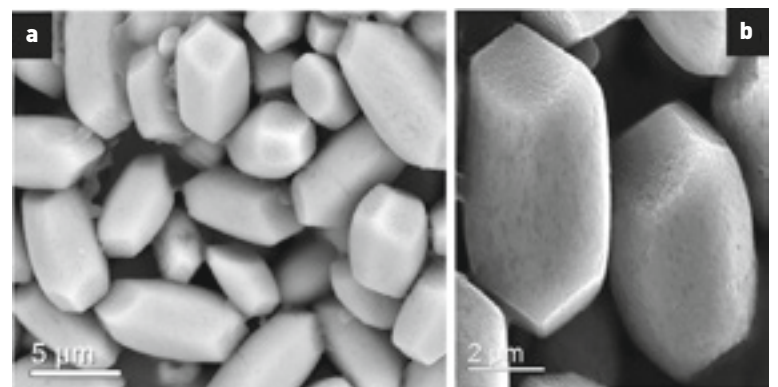

Abb. 2 Menschliche Otokonien (Rasterelektronenmikroskopische Aufnahmen). a Übersicht; b Detailansicht
gemacht. U und S kennzeichnen die sogenannte Maculae, die etwa senkrecht zueinanderstehende Paare bilden und Utriculus (U) bzw. Sacculus (S) genannt werden. Als Rezeptoren (für Bewegungs- oder Beschleunigungsvorgänge) in den Maculae fungieren kleine, als Otokonien (griechisch: Ohrenstaub) bezeichnete Biominerale, die im Hauptbestandteil (> 95 Gew.-%) aus Calcit (der stabilen Form des Calciumcarbonats, CaCO_3) bestehen und als Minoritätskomponente Proteine enthalten. Bereits hier soll darauf hingewiesen werden, dass Calcit im Gegensatz zu Apatit (vereinfacht $\text{Ca}_5(\text{OH})(\text{PO}_4)_3$), dem anorganischen Hauptbestandteil unserer Knochen und Zähne, sehr anfällig gegen chemische Angriffe ist, wie sie etwa durch chemische Veränderungen in der die Otokonien umgebenden Flüssigkeit (Endolymphe) erfolgen können. Hinzu kommt, dass Biominerale als nanostrukturierte anorganisch-organische Kompositsysteme eine ausgeprägte Mosaikstruktur aufweisen, wodurch chemische Angriffe signifikant erleichtert werden. Jede Macula enthält mehrere Tausend Otokonien (s. Vergrößerung S. 27), die über ein Gelkissen mit Haarsinneszellen in Kontakt stehen, sodass Informationen über Lageveränderungen im Otokonienverbund weitergeleitet werden. Die charakteristische Form intakter („gesunder“) Otokonien ist in Abbildung 2 gezeigt. Die mittlere Größe (Länge) variiert zwischen $5\mu\text{m}$ und $20\mu\text{m}$. Otokonien sind bereits einige Tage nach unserer Geburt vollständig ausgebildet und müssen uns in dieser Form und Funktion das ganze Leben begleiten.
Wie kommt man als Chemiker zu einem so speziellen Thema? Die Geschichte erstreckt sich zwar über einige Jahrzehnte, ist aber schnell erzählt: erste Kontakte zu Otokonien über ein kleineres Projekt mit der HNO-Klinik an der Universität Düsseldorf im Jahre 1985. Etwa zehn Jahre später Etablierung einer Arbeitsgruppe „Biominalisation“ an der TU Darmstadt und Beschäftigung mit Flurapatit-Gelatine-Nanokompositen mit dem Ziel, die Bildung von Knochen- und/oder Zahnstrukturen im Laboratorium nachzuahmen. Erweiterung der Thematik auf Carbonat-Apatit (im Jahr 2005 am MPI-CPFS, Dresden), um dem Biosystem chemisch näherzukommen; bei diesen Experimenten (Gegenstromdiffusion in Gelatinegel Matrices) entstand – damals überraschend – in geringer Menge auch ein calcitbasiertes Komposit in der charakteristischen Form von Otokonien (s. Abb. 2). Unerwartet war damit ein persönlicher „Otokonien-Kreis“ geschlossen, der natürlich reizte, näher in Angriff genommen zu werden. Es war allerdings unabdingbar, über medizinische Kompetenz verfügen zu können. Dabei half zunächst Prof. Dr. Dr. h. c. Thomas Zahnert (Universitätsklinikum Dresden); eine besonders enge Zusammenarbeit hat sich schließlich mit Prof. Dr. Leif Erik Walther (Universität Heidelberg/Mannheim) etabliert. Am MPI-CPFS in Dresden leitet Jana Buder das Laboratorium zur Biominalisation (s. Abb. 3), das die zentrale Schaltstelle für unsere Otokonien-Forschung bildet.